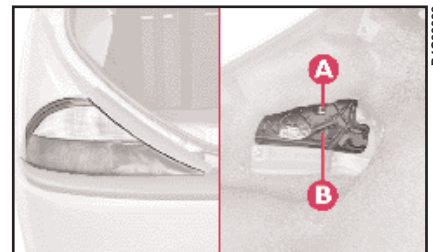

fig. 19
1) Da interno bagagliaio, sollevare la moquette di ricoprimento e svitare la vite **A** (fig. 19) di bloccaggio del gruppo ottico.
5) Rimontare il gruppo ottico, serrando bene la vite **A** (fig. 19), senza però forzare troppo.